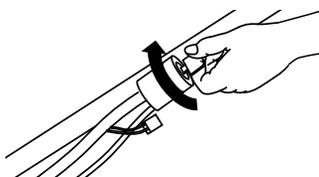
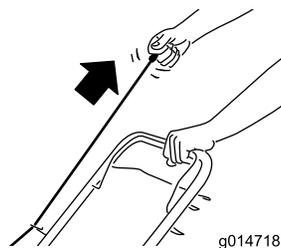

Figura 16
Figura 17
2. Inserite la chiave nello starter elettrico (se in dotazione) e ruotatela; fate riferimento a Figura 16) o tirate la maniglia di avviamento a strappo (Figura 17).